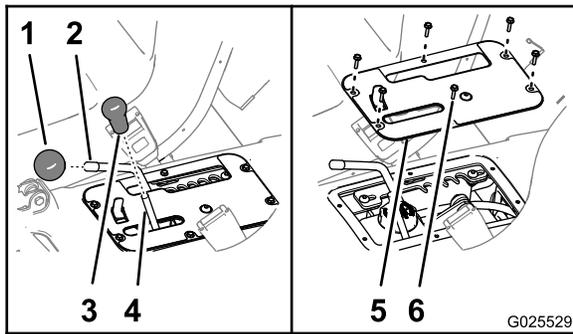

図 70
1. 油圧昇降レバーと速度レンジ切り替えレバーからノブを取り外す(図 70)。
2. コントロールカバー・プレートを座席ベースに固定している六角ワッシャねじ6本#10 x 3/4 インチを外して、カバープレートを取り外す(図 70)。
6. コントロールカバー・プレートの穴を、座席ベースの穴に合わせる(図 70)。
7. プレートをベースに固定する六角ワッシャねじ6本(図 70)ステップ 2 で外したものを使用する。
8. 油圧昇降レバーと速度レンジ切り替えレバーに、ノブを元通りに取り付ける(図 70)。
2. 油圧昇降レバーと速度レンジ切り替えレバーからノブを取り外す(図 70)。
3. コントロールカバー・プレートを座席ベースに固定している六角ワッシャねじ6本#10 x 3/4 インチを外して、カバープレートを取り外す(図 70)。
9. コントロールカバー・プレートの穴を、座席ベースの穴に合わせる 図 70。
10. プレートをベースに固定する六角ワッシャねじ6本 図 70 ステップ 3 で外したものを使用する。
11. 油圧昇降レバーと速度レンジ切り替えレバーに、ノブを元通りに取り付ける 図 70。